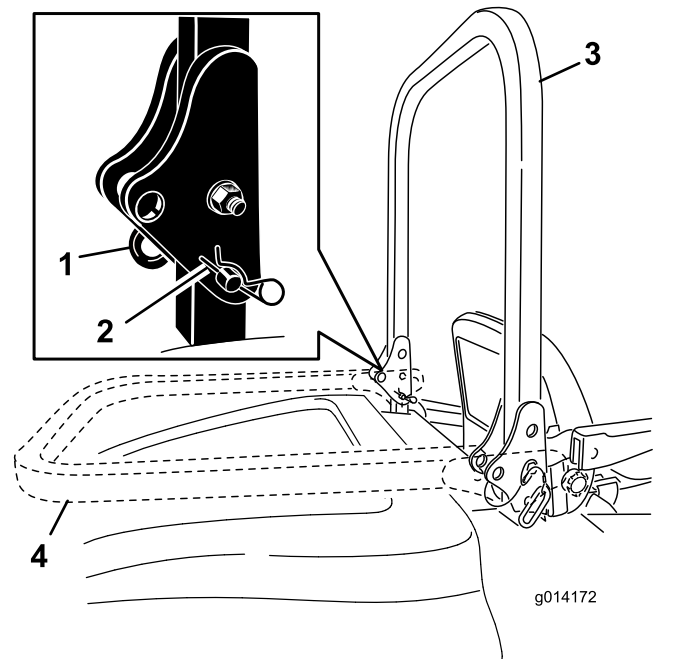

图20
2. 卸下2个发卡销和2个柱销图20。
3. 将翻车保护杆升起至直立位置图20。
4. 用2个柱销和2个发卡销固定翻车保护杆图20。
1. 卸下发卡销将翻车保护杆向前推到顶住弹簧然后卸下2个柱销图20。
2. 将翻车保护杆放低到向下位置图20。
3. 将2个柱销装入枢轴板并用2个发卡销固定柱销图20。